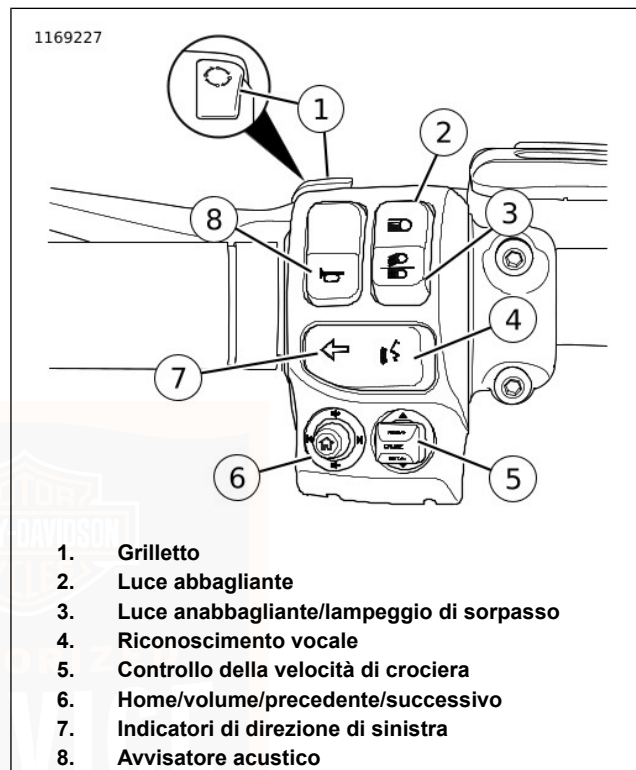

Figura 19. Modulo dell'interruttore di sinistra (tipico)
Vedere Figura 19. **Veicolo spento:** premere l'interruttore a grilletto (1) per visualizzare il chilometraggio totale sul contachilometri. Tenere premuto l'interruttore a grilletto per attivare la modalità accessori. **Veicolo in modalità di accensione/accessori:** premere l'interruttore a grilletto per scorrere le funzioni del contachilometri. Vedere Tabella 18.
Vedere Figura 19. Premere l'interruttore della luce abbagliante (2) per accendere la luce abbagliante. L'accensione della spia di colore blu della luce abbagliante indica l'accensione della luce abbagliante. Vedere Tabella 18.
Luce anabbagliante: vedere Figura 19. Premere la parte inferiore dell'interruttore della luce anabbagliante/lampeggio di sorpasso (3) per accendere la luce anabbagliante.
Vedere Figura 19. L'interruttore del riconoscimento vocale (4) attiva l'omonima funzione sui veicoli equipaggiati. Con una cuffia collegata, premere l'interruttore dei comandi vocali. La radio presenta un elenco dei comandi disponibili.
Vedere Figura 19 e FUNZIONAMENTO > INTERRUTTORI DEI COMANDI DI DESTRA (Pagina 89). È possibile commutare la funzione dell'interruttore di controllo della velocità di crociera (5) con l'interruttore Premere per parlare/silenziamento (PTT) se lo si desidera. Rivolgersi a un concessionario Harley-Davidson per eseguire questa procedura.
Vedere Figura 19. L'interruttore a cinque posizioni HOME/VOLUME/PREVIOUS/NEXT (6) (schermata iniziale/volume/precedente/successivo) aziona le funzioni della radio, se in dotazione. Vedere il MANUALE D'USO del BOOM! BOX.
Attivare: Vedere Figura 19. Premere l'interruttore dell'indicatore di direzione di sinistra (7) per attivare l'indicatore di direzione di sinistra. Vedere Tabella 18.
Vedere Figura 19. L'avvisatore acustico viene azionato premendo il pulsante dell'avvisatore acustico (8). È possibile azionare l'avvisatore acustico per 10 secondi alla volta. Se si tiene premuto l'interruttore più a lungo, l'avvisatore acustico si disattiva automaticamente. Vedere Tabella 18.
L'interruttore a grilletto si trova sulla parte anteriore del comando di sinistra. Vedere Figura 19.